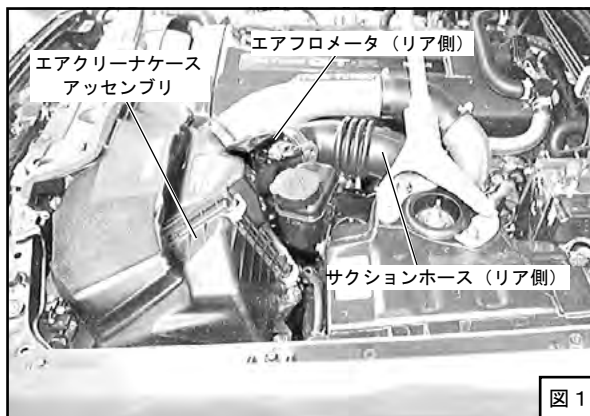

図 1
- (1) バッテリーのマイナス端子 (-) からケーブルターミナルを取外してください。
- (2) クリップ (2個) を外し、エアダクト (外気導入側) を取外してください。 (図1、図2)